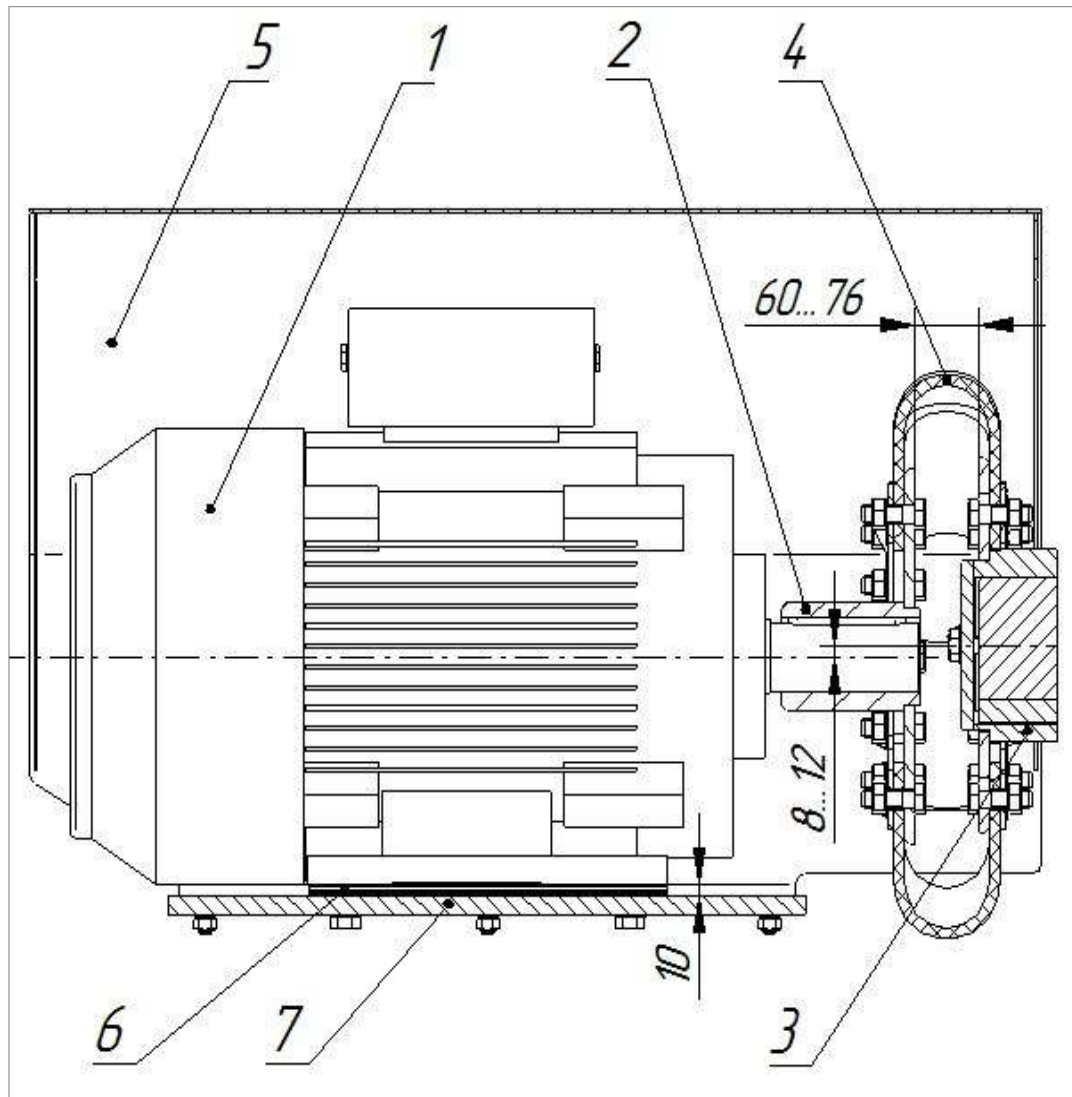

Рисунок 5. Установка электродвигателя
Привод состоит из электродвигателя 1, установленного на плите 2(рис.5). Соединение вала электродвигателя с валом вибратора через лепестковую муфту.
- на вал электродвигателя установить полумуфту, которая соединяется с полумуфтой виброузла при помощи резиновых поводков см. рисунок 5;